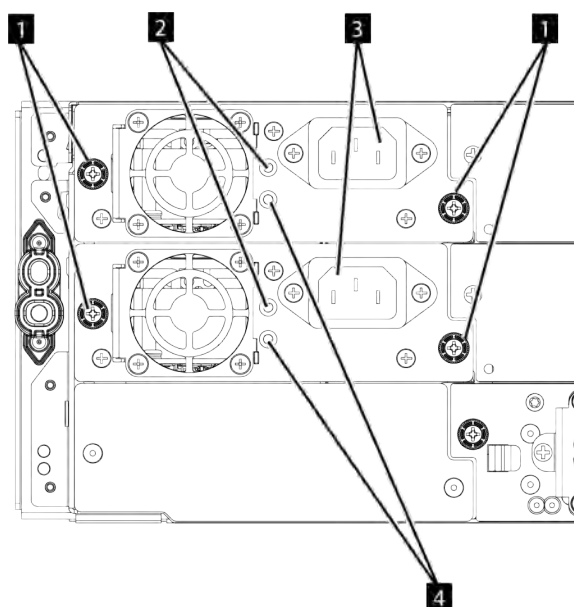

Figure 76. Alimentations
1. Si l'alimentation en courant alternatif est branchée au bloc d'alimentation et que la bibliothèque est sous tension, le voyant blanc (2 dans Figure 76, à la page 178) et le voyant vert (4 dans Figure 76, à la page 178) sera allumé.